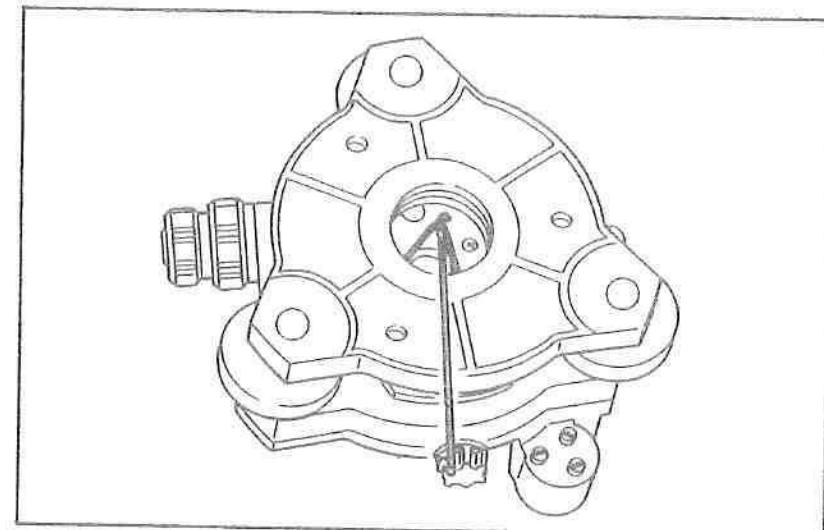
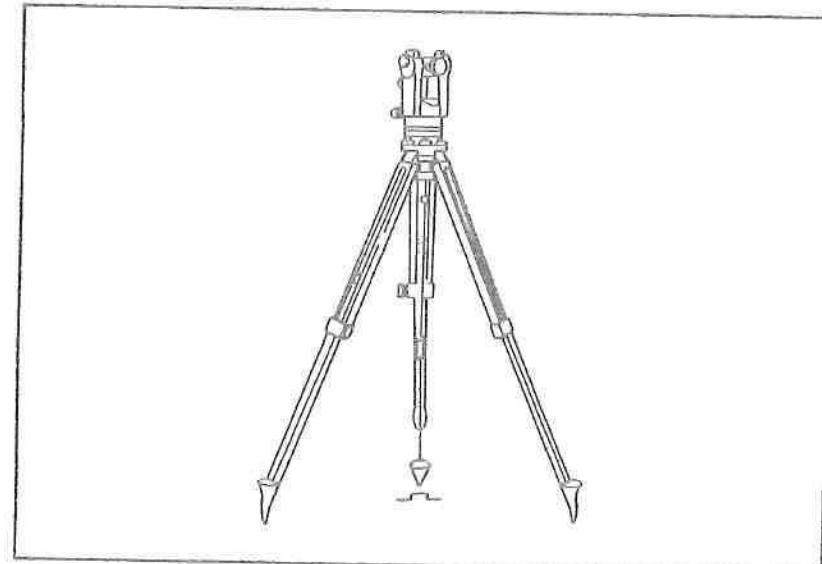

図15
図16
- ①垂球吊紐の掛け金をケースの工具入れから取り出し、本機の底板中心ねじの奥にあるV字金具に引っ掛けます。(図15)
- ②吊紐の掛け金を定心桿の穴に通して、本機を脚頭にのせ、定心桿を底板中心ねじにねじ込み、固定します。
- ③垂球を掛け金に引っかけ、自在金で紐の長さを調節し、垂球尖端を測点の高さに近づけます。(図16)
- ④定心桿をわずかに緩め、本機の整准台外周を両手で支え、脚頭上をすべらせて、垂球尖端を測点の中心にだいたい($\pm 10\text{mm}$)合わせます。
- ⑤センタリング装置のクランプを緩め、装置を摺動して垂球尖端を測点の中心に一致させます。